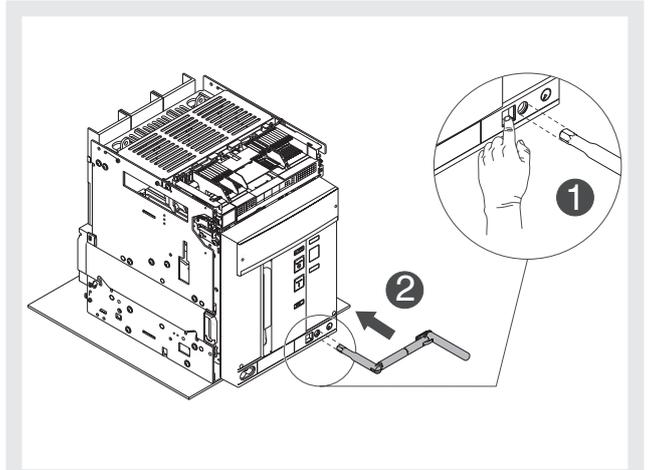

Figura 44
9. Apretar el pulsador de bloqueo e introducir la manivela en la parte móvil. En esta fase la parte móvil está aún en posición **DISCONNECT**. Véase Figura 44.